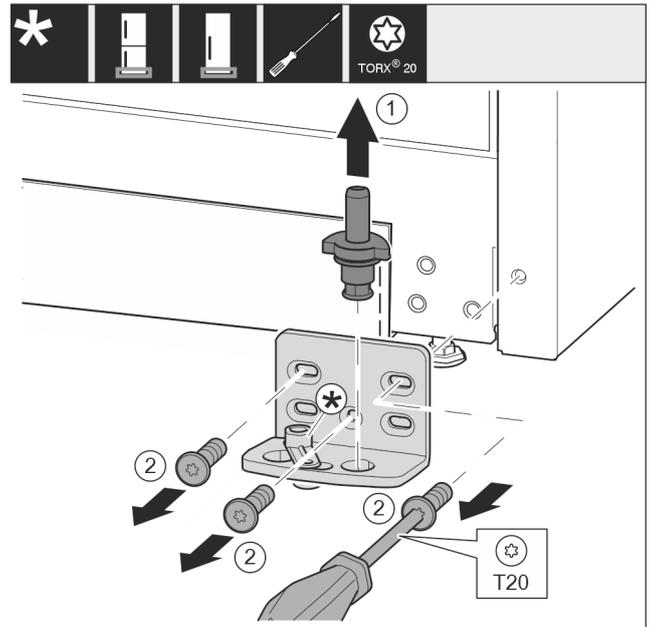

Fig. 13
▶ 将轴承螺栓完全向上拉出。 Fig. 13 (1)
▶ 用 T20 螺丝刀将螺钉旋出并取下托架。 Fig. 13 (2)